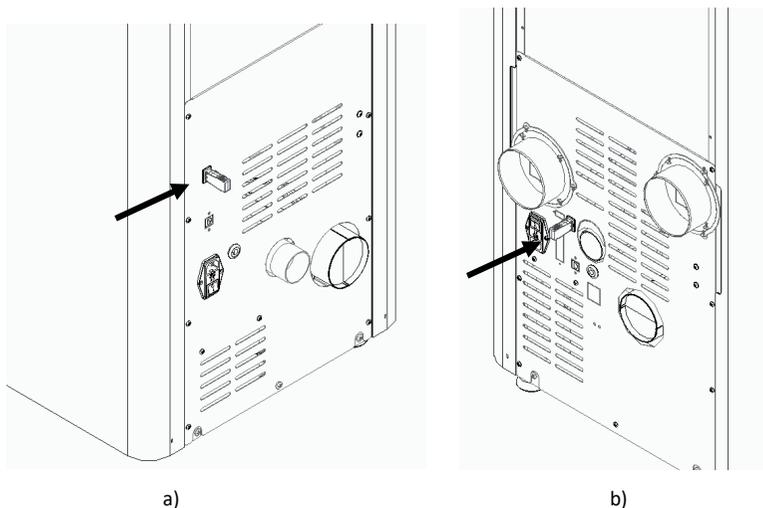

Figure 40 – L'emplacement où la carte d'interface est installée
- Pour connecter l'équipement déporté via un chrono thermostat ou un thermostat, utilisez l'interface (Figure 41-b), il s'agit d'une plaque placée à l'arrière des poêles Urban 8, 10 (Figure 40-a) et 12 kW (Figure 40-b).
- Connecter le connecteur (Figure 41-b) à l'équipement pour connecter les câbles du chronothermostat (représenté par la flèche sur la figure 40 a et b).